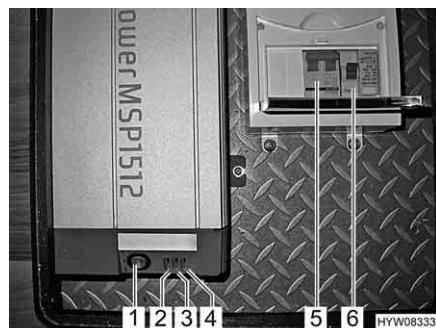

Fig. 88 Invertitore e altre scatole dei fusibili
- Se il veicolo è collegato all'alimentazione a 230 V, premere il tasto di controllo sull'interruttore di sicurezza per correnti di guasto (Fig. 88,6). L'interruttore di sicurezza per correnti di guasto (FI) deve scattare.